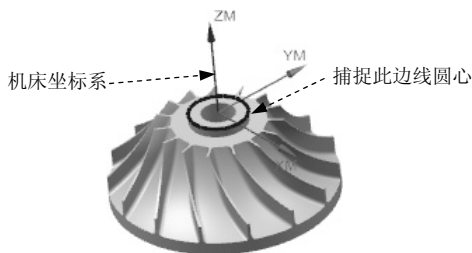

图 5.5.2 创建机床坐标系
(1) 在 **机床坐标系** 区域中单击“CSYS 对话框”按钮 ，系统弹出 CSYS 对话框，在 **类型** 下拉列表中选择 **动态** 选项。
(2) 拖动机床坐标系的原点至如图 5.5.2 所示边线圆心的位置，单击 **确定** 按钮，完成机床坐标系的创建。